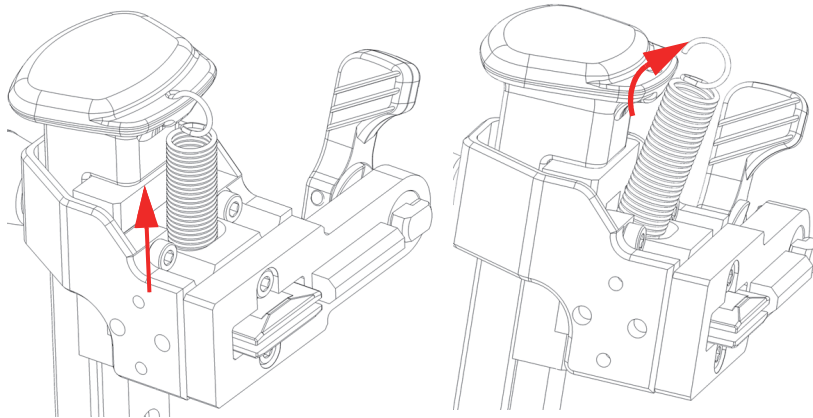

Рис. 2-30 Снятие пружины
2. Извлеките верхнюю часть пружины из отверстия в подъемной ручке SLA (Рис. 2-30 на стр 64).